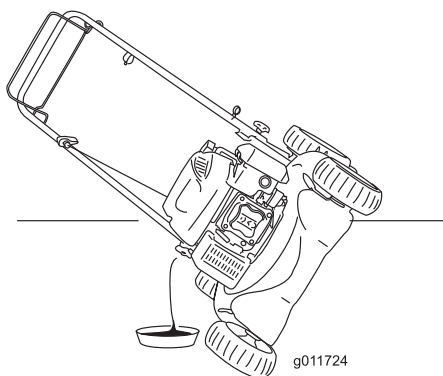

Figure 37
- Inclinez la machine sur le côté (jauge en bas) pour vidanger l'huile usagée par le goulot de remplissage (Figure 37).